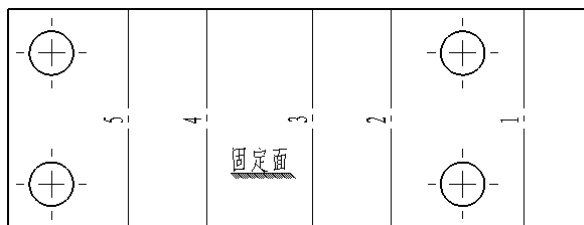

图 7.5.3 平板型式视图
Step5. 在图纸中合适的空白区域单击以放置表格，平板型式视图显示如图 7.5.3 所示，表格显示如图 7.5.4 所示。